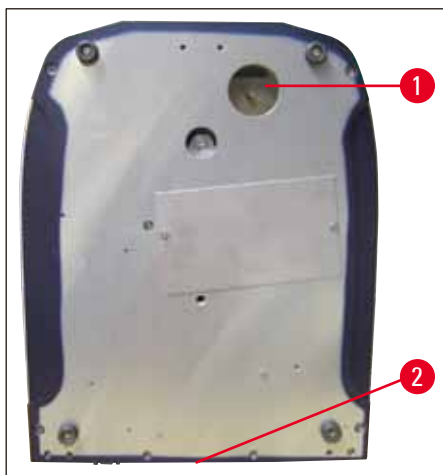

Fig. 7
- Bunden af apparatet (→ Fig. 7)
- Forbind afløbsrøret (→ Fig. 7) til bunden af apparatet (→ Fig. 7-1).